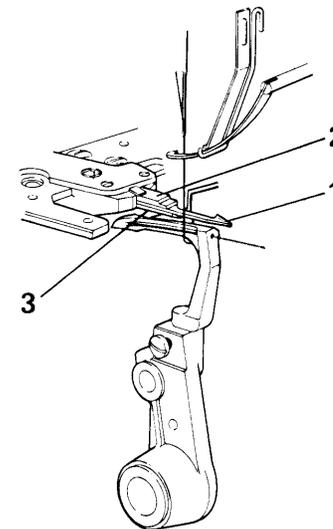
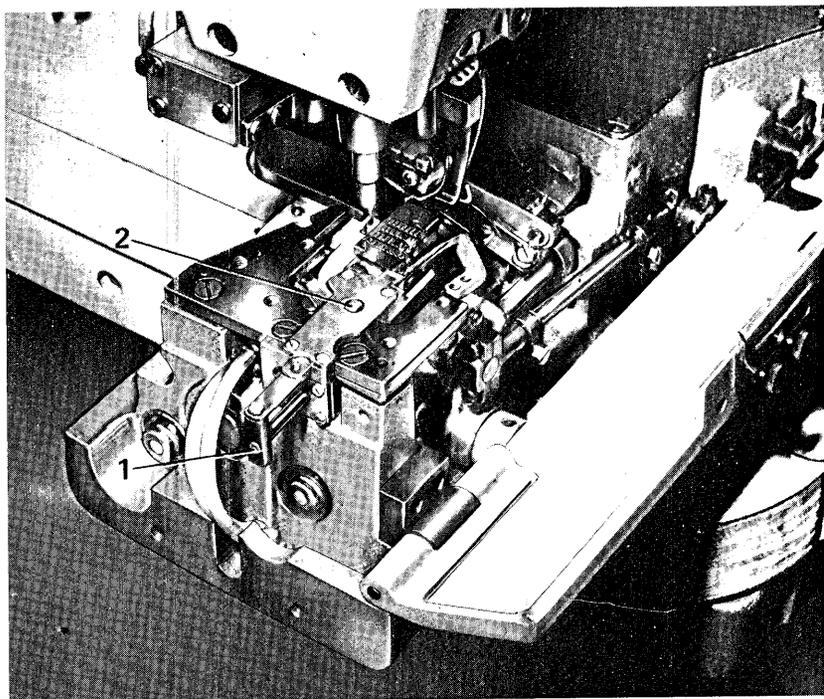
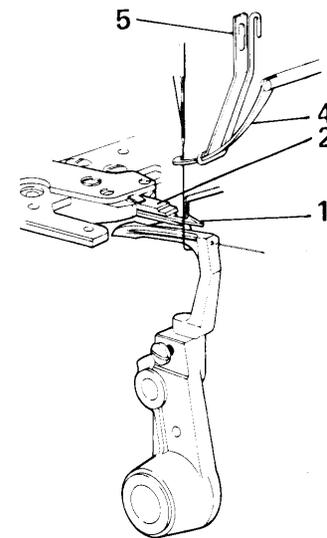

Fig. 20
Fig. 21
Fig. 22
Per ottenere un perfetto taglio dei fili, occorre verificare che, con ago al punto morto superiore, il coltello tagliafili 1 fig. 20 entri al centro del cappio del filo dell'ago (o degli aghi) trattenuto dal corpo del crochet.
- Spingere a mano sino a fine corsa lo stelo del pistone 1 fig. 21 e verificare che il coltello 1 fig. 20 entri al centro del cappio del filo dell'ago trattenuto dal crochet e che la controlama 2 e l'appinzatore inferiore 3 fuoriescano, compiendo una corsa ridotta.
- Riportare il pistone 1 fig. 21 nella posizione iniziale e controllare che nella corsa di ritorno il becco del coltello 1 fig. 22 agganci i fili del crochet e dell'ago portandoli verso la controlama 2.